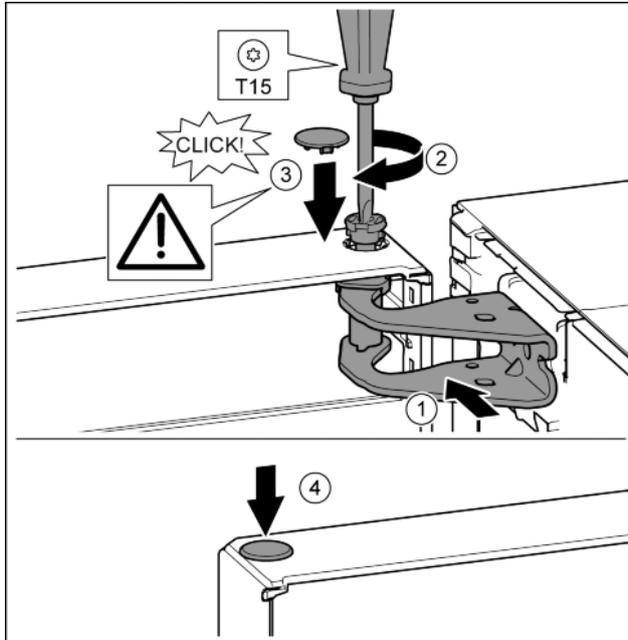

Fig. 22
- ▶ Orienter la porte en haut pour l'ouverture dans le support de palier. *Fig. 22 (1)*
- ▶ Poser le boulon et le visser avec un tournevis T15. *Fig. 22 (2)*
- ▶ Monter le cache de sécurité pour sécuriser la porte : Mettre en place le cache de sécurité et contrôler s'il repose sur la porte. Sinon, enfoncer à fond le boulon. *Fig. 22 (3)*
- ▶ Mettre le bouchon en place. *Fig. 22 (4)*